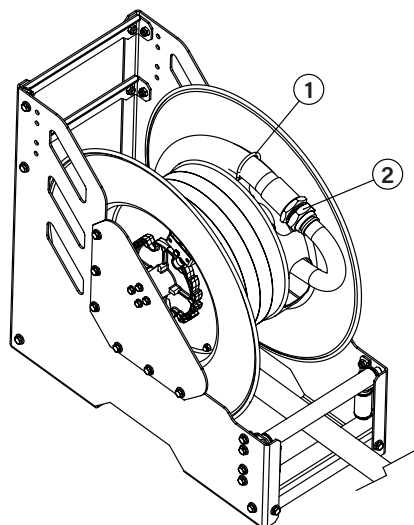

Fig. 5
2. Conecte la nueva manguera al cuello de ganso (2) coloque el abarcón (1) (Fig. 5) de modo que sujete a la manguera contra el tambor firmemente y comience a recoger la manguera girando el tambor manualmente.
2. Retire el abarcón (1) aflojando sus tuercas y desconecte la manguera del cuello de ganso (2) (Fig. 5).